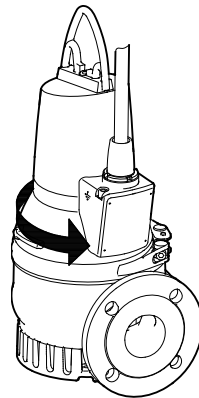

Рис. 11 Направление рывка
3. Если насос подключен правильно, рывок будет в сторону, противоположную направлению вращения. См. рис. 11.